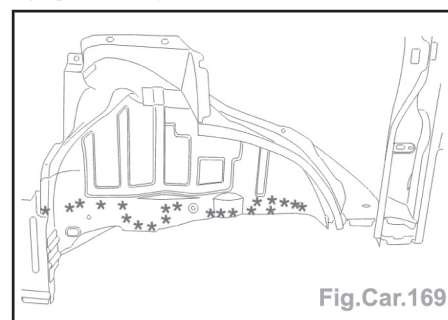

Fig.Car.169
- Découper par fraisage des points (Fig.Car.169).